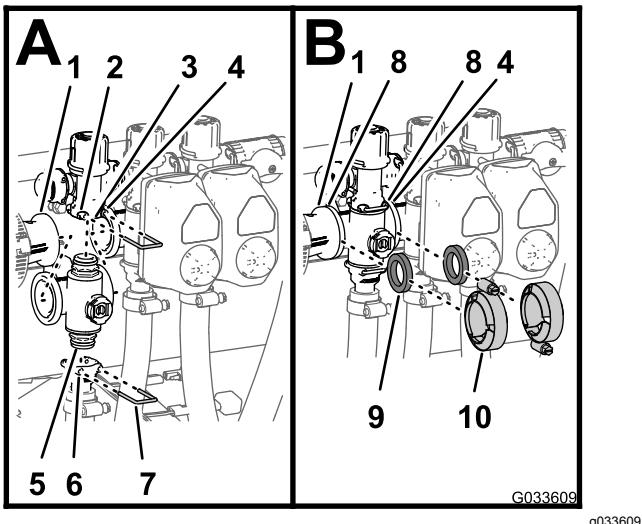

Figura 131
1. Insira a união do tampão superior da válvula do coletor na união da distribuição (Figura 131 A).
2. Prenda a união do tampão à união da distribuição ao inserir uma fixação na entrada da união da distribuição (Figura 131 A).
3. Monte a união de saída na união do tampão inferior da válvula do coletor (Figura 131 A).
4. Prenda a união do tampão à união de saída ao inserir uma fixação na entrada da união de saída (Figura 131 A).
5. Alinhe uma junta entre as flanges do acoplador de redução e do coletor da válvula de secção (Figura 131 B).
6. Monte o acoplador de redução, junta e coletor da válvula de secção com uma braçadeira e aperte bem à mão (Figura 131 B).
7. Se instalar as duas válvulas de secção mais à esquerda, alinhe uma junta entre as flanges dos dois coletores da válvula de secção adjacentes (Figura 131 B).
8. Monte os dois coletores da válvula de secção adjacentes e a junta com uma braçadeira e aperte bem à mão (Figura 131 B).